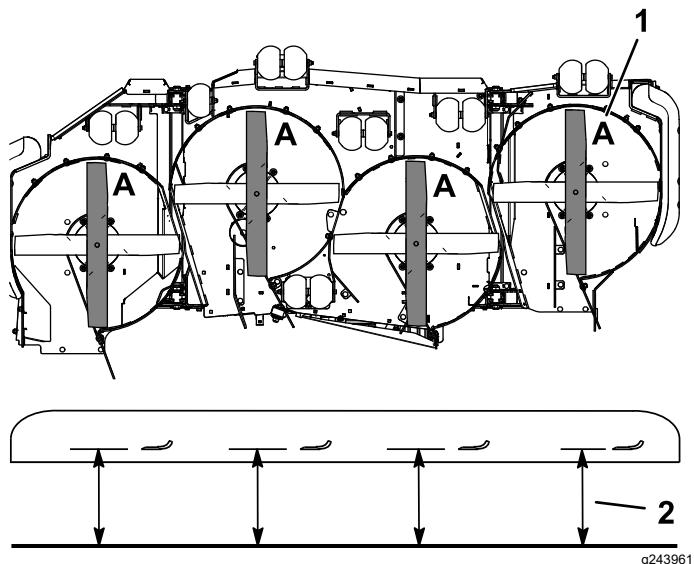

Figure 71
3. Tournez les lames dans le sens longitudinal (Figure 71).
4. Mesurez la distance entre la surface plane et le tranchant (position A) des lames (Figure 71).